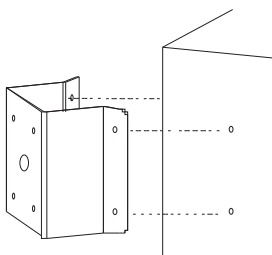

图2.6
(1) 如图2.6所示，以【支架配件-墙角钢板】的安装孔和出线孔为模板，在墙壁上画出打孔位置并打孔。